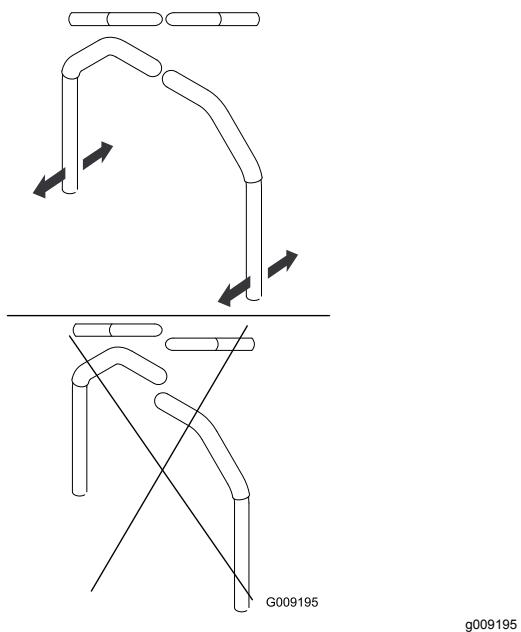

Figure 79
4. Réglez l'alignement avant/arrière des leviers en les plaçant tous deux à la position POINT MORT, puis faites-les coulisser jusqu'à ce qu'ils soient alignés, et serrez les boulons (Figure 79).